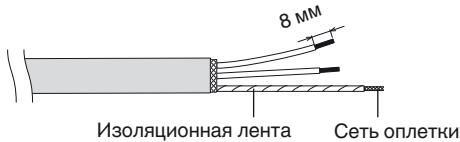

Рис. 4-11
- (3) Снимите покрытие сигнального провода. (Рис. 4-11)